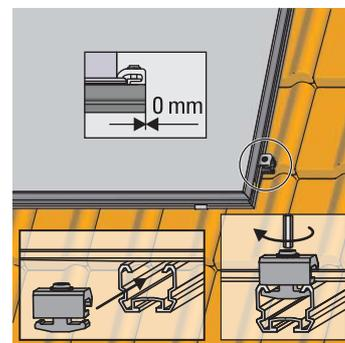

Fig. 3-20 Vérifiez la bonne position de montage, enfoncez et vissez la mise à terre unique dans le profilé inférieur
5. Alignez le capteur plat en le déplaçant latéralement contre les deux extrémités des deux profilés extérieurs de montage de façon à ce que l'écartement entre le profilé du capteur et le bord extérieur des rails de montage soit d'env. 25 mm (fig. 3-20).
Enfoncez latéralement la mise à terre unique dans le rail de profilé de montage (terminaison plane) et serrez avec la clé mâle coudée (fig. 3-20).